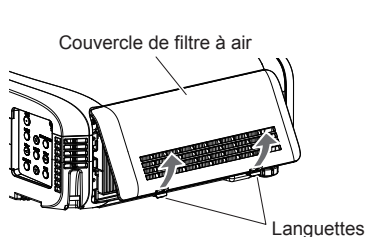

Fig.1
2) Retirez le couvercle de filtre à air. (Fig. 1)